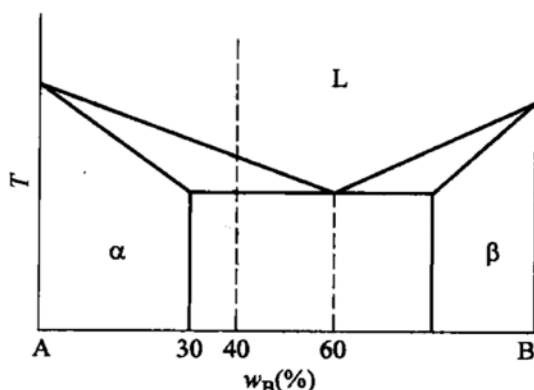

图 4-1 第五题第 1 小题图
1. (20 分) A-B 二元合金相图如图 4-1 所示。在固相不扩散、液相完全混合的条件下, 水平放置的质量分数 $w_B = 40\%$ 的 A-B 二元合金溶液从左至右定向凝固成长为 L 的横截面均匀的合金棒。